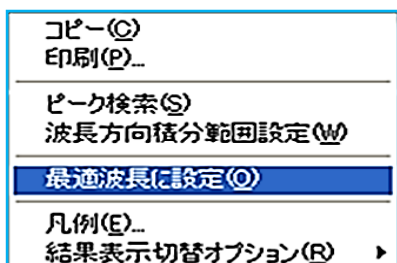

図 56
- ⑯ プロファイル上で右クリックして、「最適波長に設定」をクリックします。 図 56